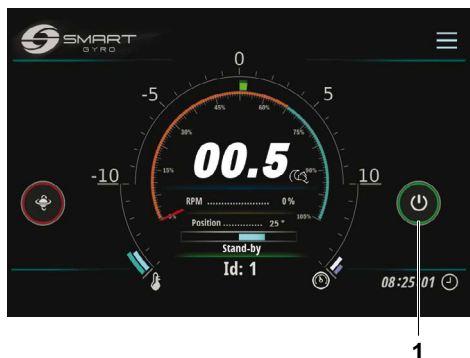

Figura 4
3. Premere l'icona Power (ON/OFF) (Figura 4, (1)) per accendere l'unità giroscopica.